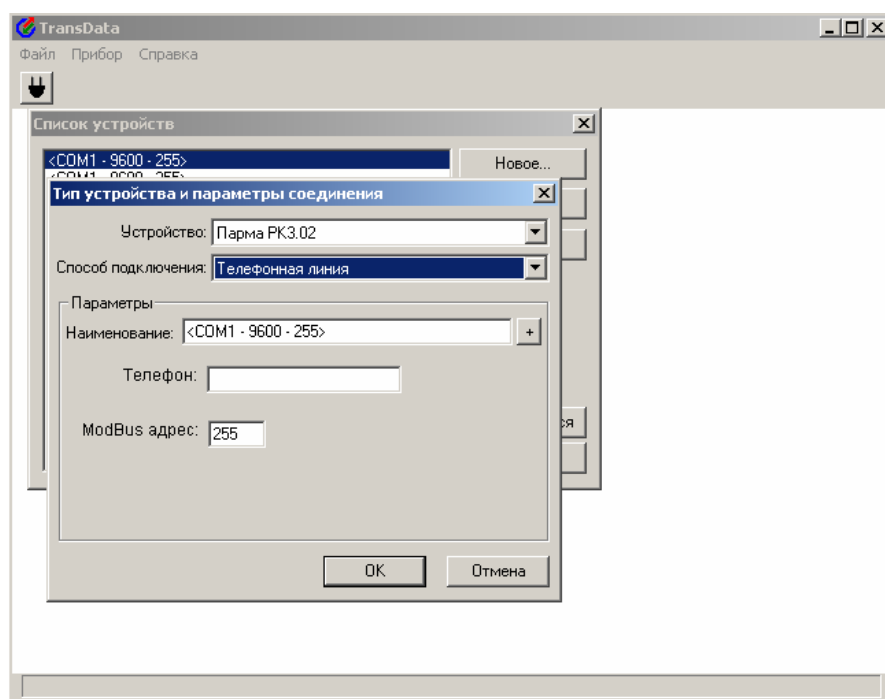

Рисунок 13
5.5.2.13 Если соединение регистратора к ПК осуществляется через GSM – модем, и способ подключения выбран «Телефонная линия», то следует ввести в окно «Телефон» (рисунок 13) номер телефона, выданный оператором сотовой GSM связи.